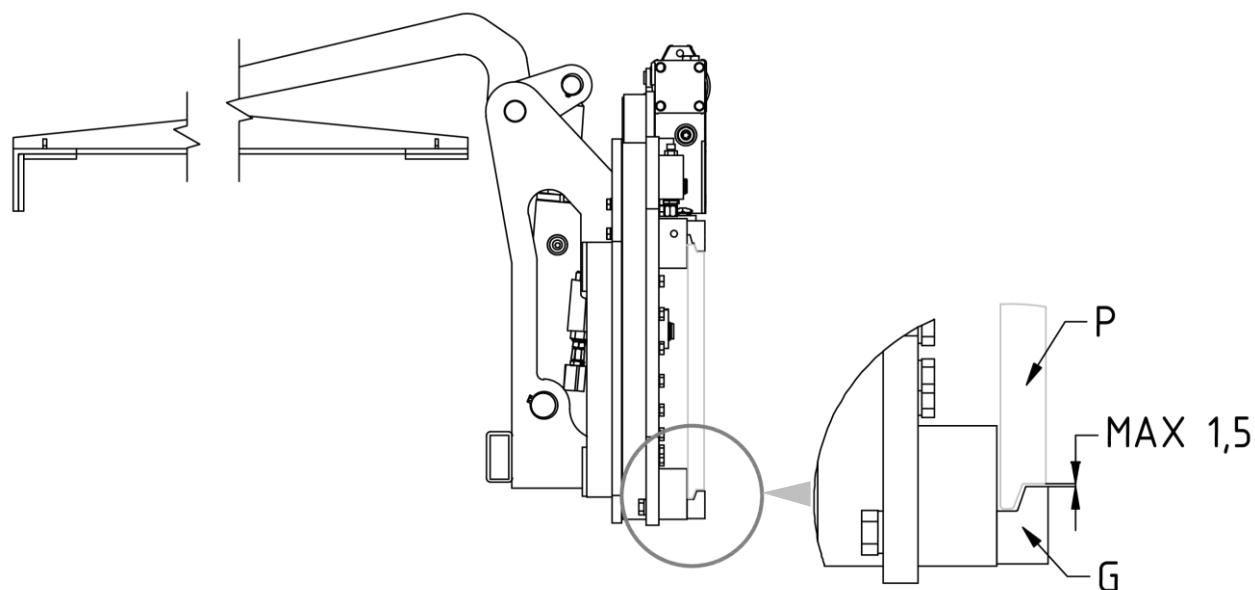
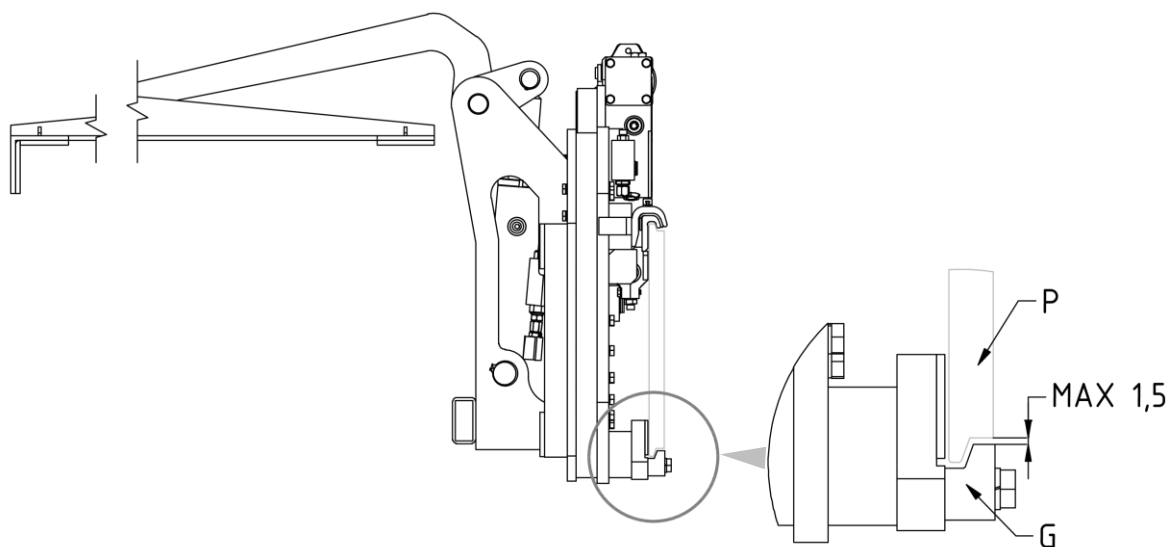

Figura 4
Figura 9
7. Riavvitare i 2 ganci inferiori **G** in modo che il corpo di questi rimanga agganciato anche inferiormente alla piastra porta forche **P** (con gioco max. 1,5mm, vedi dettaglio *Figura 4*), serrando con coppia di serraggio indicata nella *Tabella 3*.
8. Riavvitare i 2 ganci inferiori **G** in modo che il corpo di questi rimanga agganciato anche inferiormente alla piastra porta forche **P** (con gioco max. 1,5mm, vedi dettaglio *Figura 9*), serrando con coppia di serraggio indicata nella *Tabella 4*.
3. Controllare il gioco fra la parte inferiore della piastra porta forche e i ganci inferiori dell'attrezzatura, verificando che sia come indicato in *Figura 4* (pag.12) e in *Figura 9* (pag.16) ed, eventualmente, intervenire sul serraggio delle viti che li sorreggono.